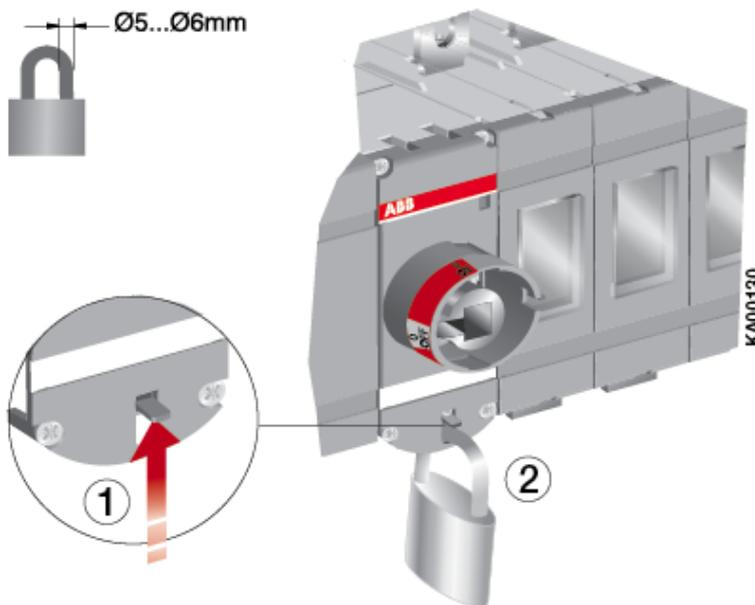

Рисунок 7.14 Блокирование дистанционной эксплуатации
2. Повесить замок под защёлкой как показано на рис. 7.14.